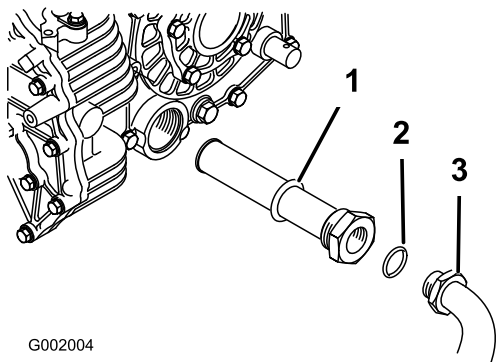

Рисунок 57
5. Снимите гидравлический шланг и прямоугольный штуцер (Рисунок 57).